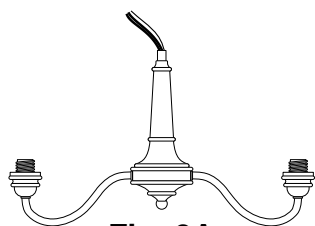
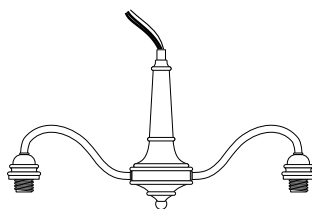

Fig. 2A
Fig. 2B
8. Pase los cables del luminario de el **cuerpo principal (D)** a través de los **varillas (B y/o C)** y la por la **cubierta (A)**.
9. Use las **boquillas roscadas (L)** para atornillar las **varillas (B y C)** juntas.
10. Gire cada brazo de manera que todos los brazos se encaran hacia arriba (**Fig. 2A**) o hacia abajo (**Fig. 2B**).